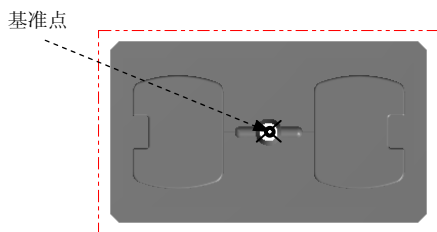
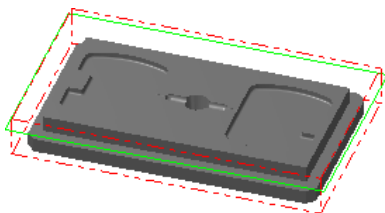

图 20.4 定义基准点
图 20.5 绘制矩形边界
Step1. 绘制矩形边界。单击顶视图 **顶视图** 按钮，选择 **C 绘图** → **R 矩形** 命令，系统弹出“矩形”工具栏。在“矩形”工具栏中确认 **+** 按钮被按下，选取图 20.4 所示的坐标原点，然后在 **W** 后的文本框中输入 155，在 **H** 后的文本框中输入 95，按 Enter 键。单击 **✓** 按钮，完成矩形边界的绘制，结果如图 20.5 所示。